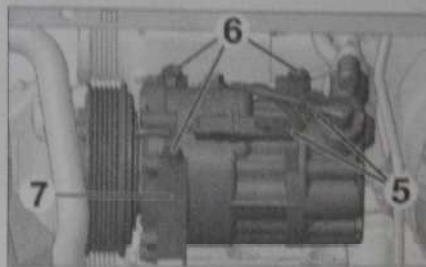

Fig. 3
- Débrancher les connecteurs (5) (Fig.3).
- Déposer les vis de fixation du compresseur de climatisation (6).
- Écarter le compresseur (7) sans ouvrir le circuit frigorifique.